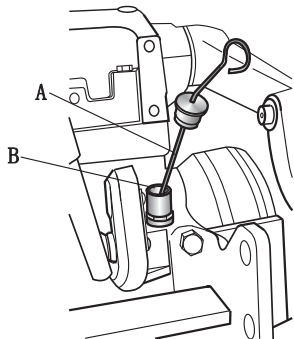

图 5-27 传动箱和提升器油面的检查
检查油面时(见图5-27),拖拉机应停放在水平地面上,将柴油机熄火,提升臂放到最低位置,然后检查油面。油面应高于油尺底端且不应超过油尺上限线①,如果油面不能达到油尺底端,应从②处加油。